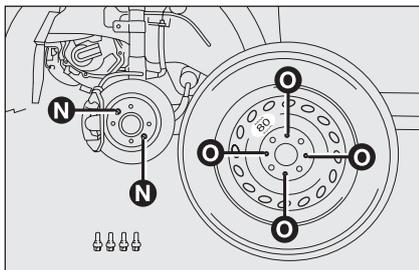

fig. 7
- monter la roue compacte en faisant coïncider le pivot **N**-fig. 7 avec un des trous **O** présents sur la roue;